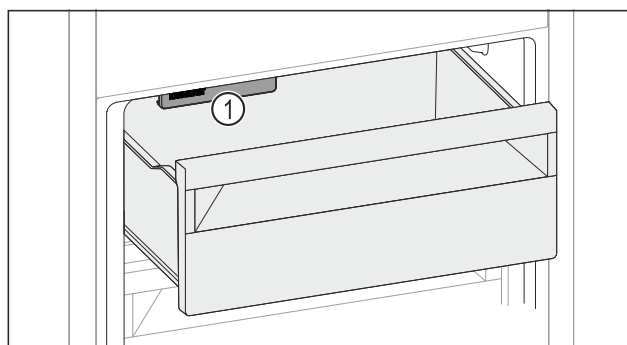

Fig. 169
- ▶ Upoštevajte IceMaker Fig. 169 (1).